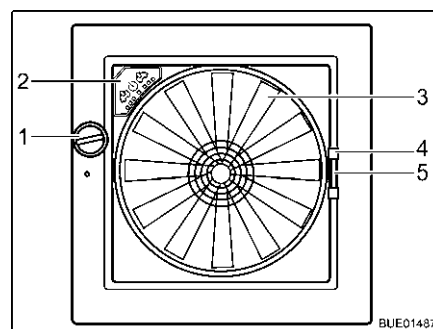

Bild 89 Dachhaube Omni-Vent
Öffnen: ■ Drehknopf (Bild 89,1) drehen, bis der gewünschte Öffnungswinkel erreicht ist.
Schließen: ■ Drehknopf (Bild 89,1) drehen, bis Dachhaube vollständig geschlossen ist.
Schließen: ■ Insektenschutz am Griff (Bild 89,4) zur gegenüberliegenden Rahmenseite ziehen.
- Griff (Bild 89,5) der Verdunklung zusammendrücken.
Ventilator Wenn die Dachhaube geöffnet ist, kann der Innenraum mit dem 6-stufigen Ventilator (Bild 89,3) und entlüftet werden. Der Ventilator wird am Bedienfeld (Bild 89,2) bedient.